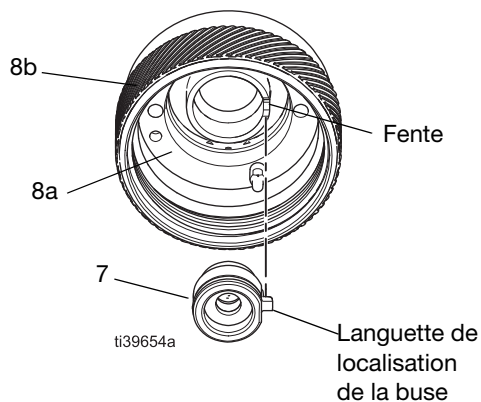
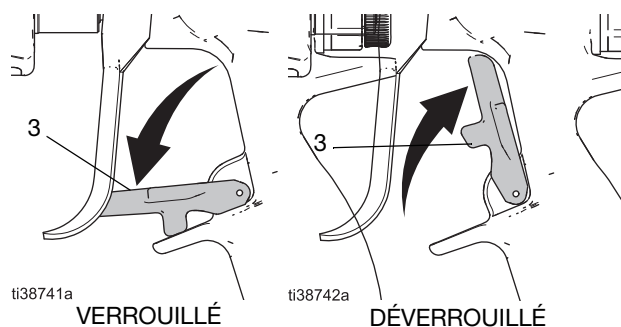

FIG. 7 : Installation de la buse de pulvérisation et du chapeau d'air (vue arrière)
FIG. 12 : Positions de verrouillage de la gâchette
2. Verrouillez la gâchette (3). Voir la FIG. 12, page 15.
3. Retirez l'ensemble de chapeau d'air (8) et la buse de pulvérisation (7).
4. Installez la buse de pulvérisation (7) dans le chapeau d'air (8a) avec la languette de localisation de la buse positionnée dans la rainure du chapeau d'air. Voir FIG. 7.
1. Verrouillez la gâchette (3). Voir FIG. 12.
4. Déverrouillez la gâchette (3). Voir FIG. 12.
6. Verrouillez la gâchette (3). Voir FIG. 12.
7. Si la buse de pulvérisation (7) ou le flexible d'alimentation en fluide du pistolet (G) semblent bouchés ou que la pression n'a pas été entièrement relâchée :
- a. Desserrez TRÈS LENTEMENT le circlip (8b) ou le raccord d'extrémité du flexible (22) afin de libérer progressivement la pression.
- b. Desserrez complètement l'écrou ou l'accouplement (22).